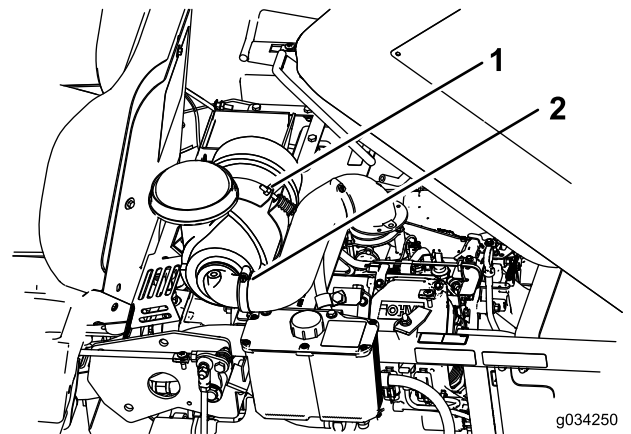

Figura 30
2. Afloje el perno que sostiene el limpiador de aire (Figura 30).
3. Afloje la abrazadera que sostiene la manguera y retire el limpiador de aire (Figura 30).